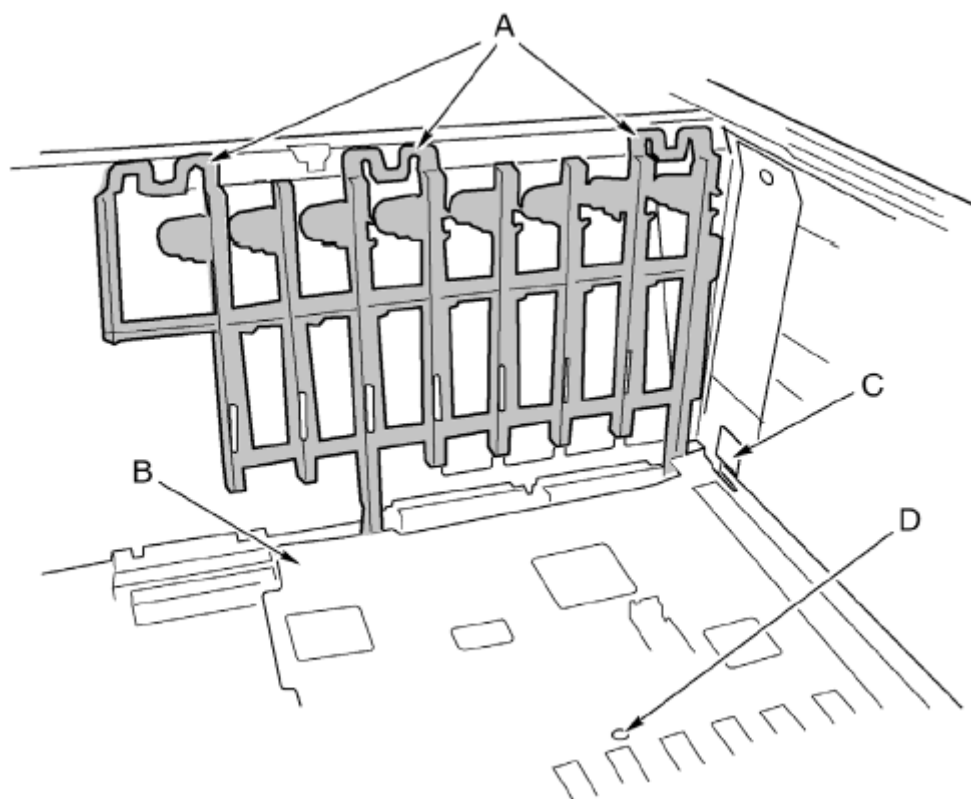

Рисунок 1
7. Пластиковый держатель PCI плат расширения крепится к передней части отсека для установки плат тремя зажимами (рисунок 1, А).
а) Ослабьте невыпадающий винт, которым крепится пластиковое покрытие (рисунок 1, D).
б) Приподнимите край покрытия ближе к центру материнской платы, чтобы получить доступ к коннекторам платы (рисунок 1, В).
с) Сдвиньте покрытие по направлению к отсеку для установки плат и извлеките его крепления из двух разъемов (рисунок 1, С).
а) Установите крепления в два соответствующих разъема (рисунок 1, С) со стороны отсека для установки плат.
- 5. Установите держатель PCI плат расширения на лицевую сторону отсека для установки плат (рисунок 1).